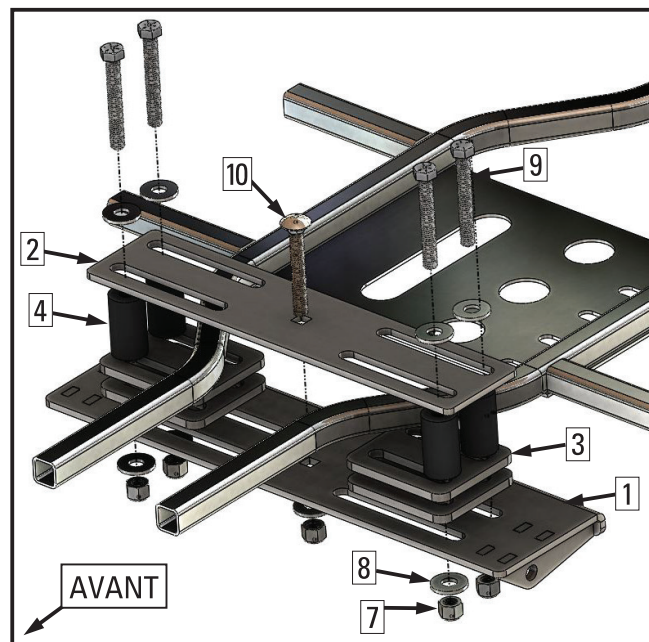

Figure 12: Installation du Cadre Sportif
- 5) Installer sans serrer la plaque supérieure de montage (2), 4 plaques entretoises (3) et la plaque inférieure de montage (1) avec les entretoises en caoutchouc (4), des boulons 3/8 "(9), 3/8" boulon de carrosserie (10), écrous (7) et les rondelles (8). Voir Figure 12.